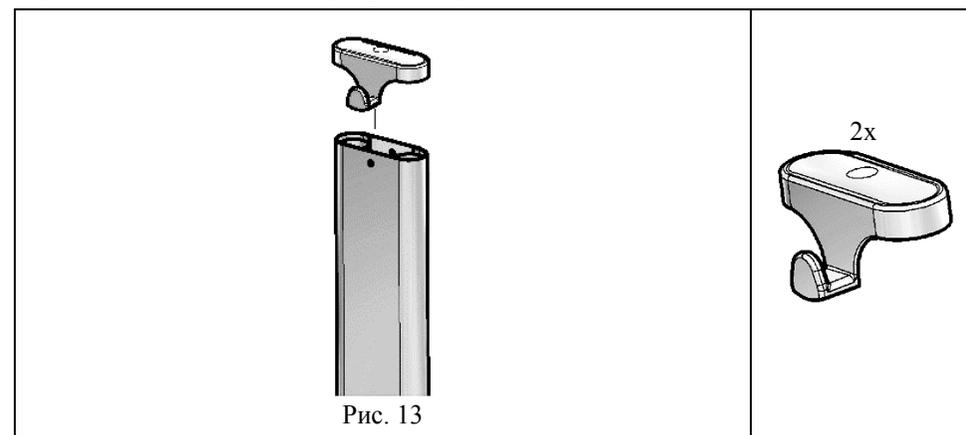

Рис. 13
5.2.3 На кожух левой и правой стоек (поз. 9, 10) сверху надеть крышку кожуха (поз. 1, пакет №7) до упора, (см. рис. 13).